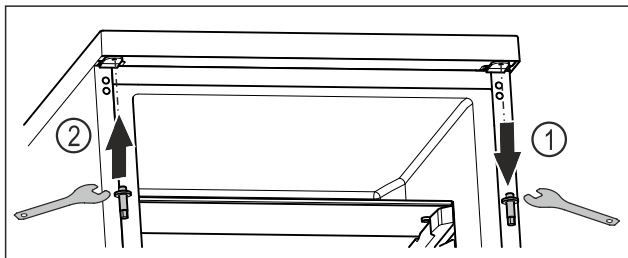

Fig. 14
- ▶ Отвийте горния болт с външен шесткантов ключ. Fig. 14 (1)
- ▶ Затегнете болта от другата страна с помощта на външния шесткантов ключ. Fig. 14 (2)